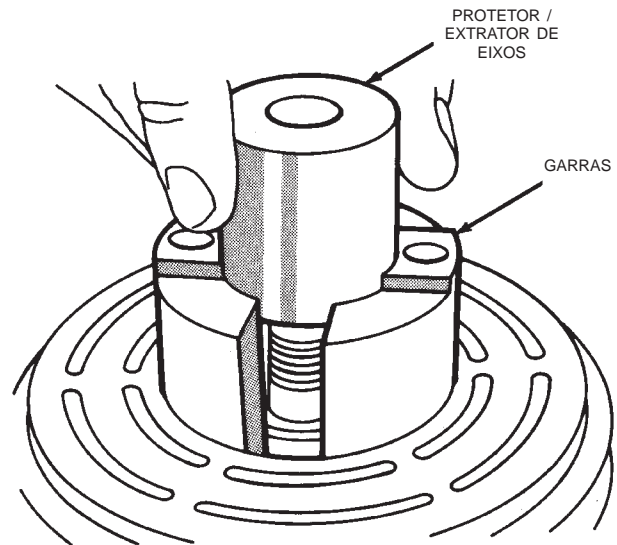

Fig. 22 Protetor de Eixos e Extrator
(7) Instale o lábio do extrator de rotor (Ferramenta Especial C-6141-1 no Kit 6460) no encaixe do anel de pressão exposto no e instale o protetor de eixos (Ferramenta Especial C-6141-2, no Kit 6460) (Fig. 22).
(8) Instale os parafusos passadores do extrator (Ferramenta Especial C-6461), através do flange do extrator e para dentro das garras do extrator de rotor